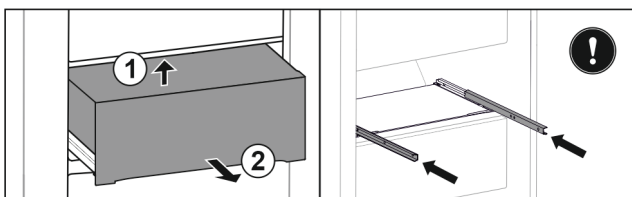

Fig. 99
- ▶ Підняти висувний ящик знизу назад. Fig. 99 (1)
- ▶ Вийняти висувний ящик рухом вперед. Fig. 99 (2)